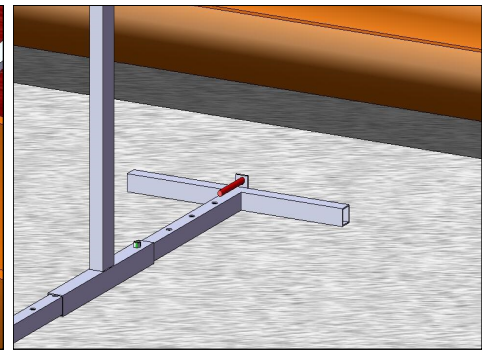

fig.6
- Insérer dans la partie qui repose sur la façade du bâtiment un goujon d'ancrage M10 (fig. 6 p. 9).